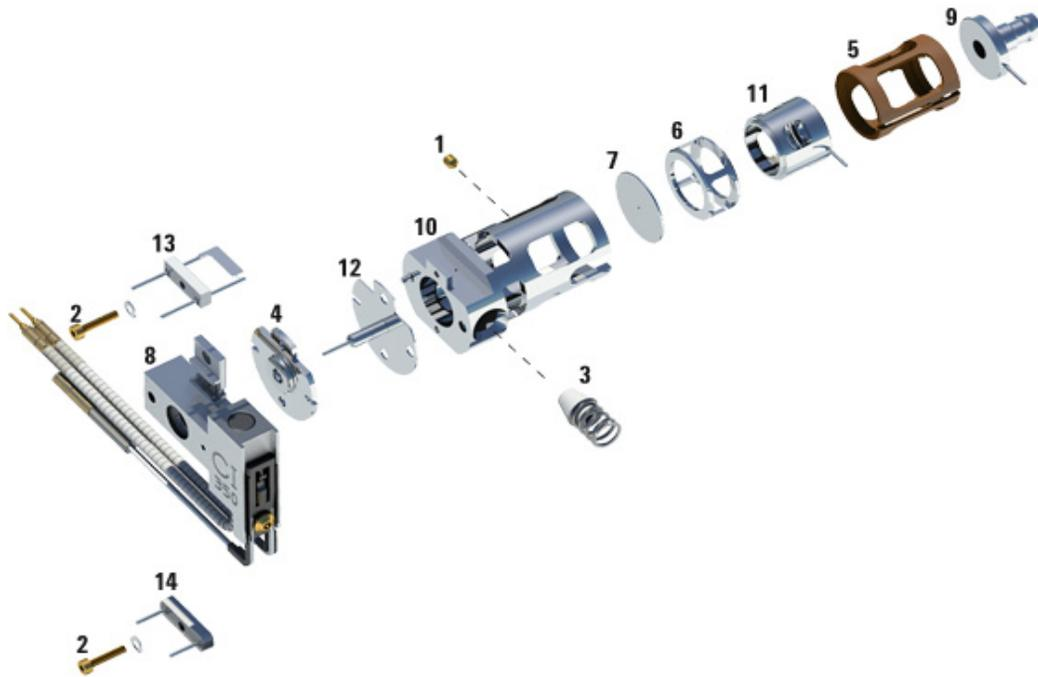

Figura 25 Montar la fuente de iones de Cl
- 2 Deslice la placa de descarga y el cilindro de descarga por el cuerpo de la fuente (Figura 25 en la página 167).
Tabla 30 Lista de piezas de la fuente de iones de Cl (Figura 25)
Tabla 30 Lista de piezas de la fuente de iones de CI (Figura 25) (continuación)